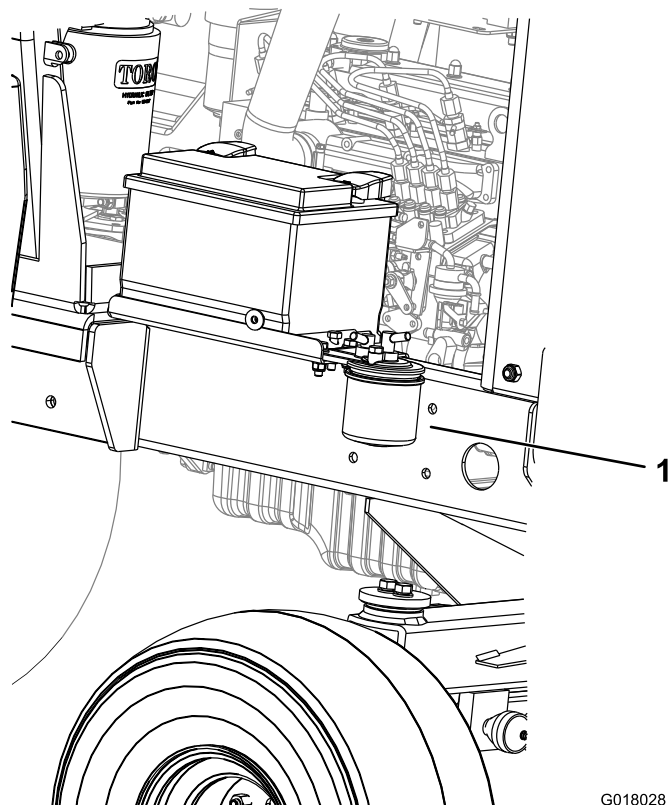

Figure 38
1. Placez un bac de vidange propre sous la cartouche du filtre à carburant (Figure 38).